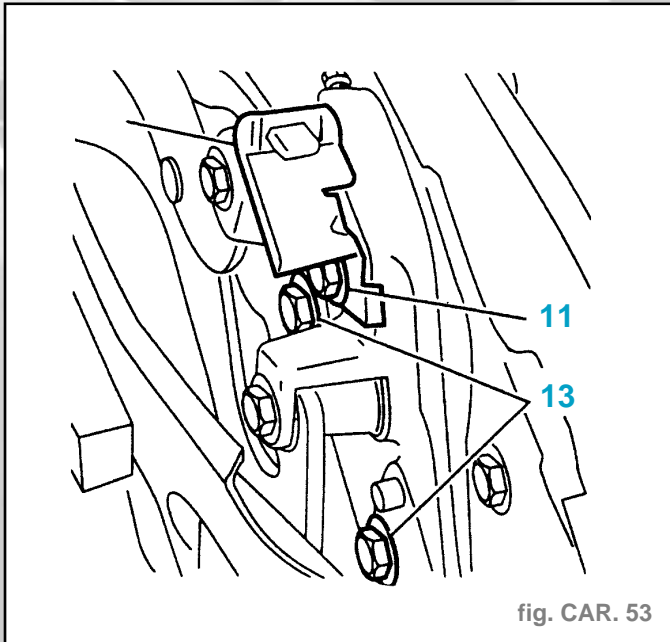

fig. CAR. 53
- Déposer (de chaque côté) (fig. CAR. 53) :
- les fixations (11),
- l'équerre de fixation (12).
- Desserrer légèrement les fixations (13).